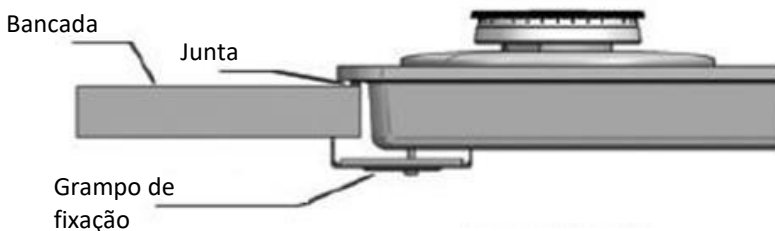

Figura 4
- Para evitar a inserção de matérias estranhas e líquidos entre a placa e a mesa de trabalho, coloque a junta ou mástique nos contornos do compartimento inferior da placa sem permitir qualquer sobreposição (Figura 4).